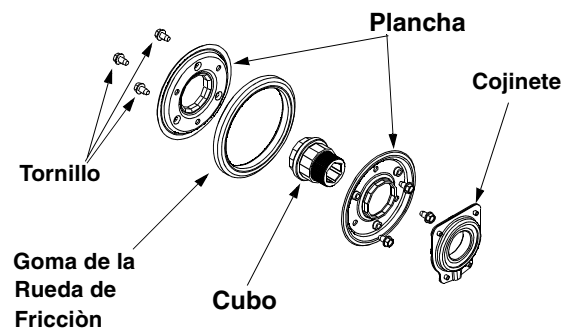

Figura 33
- Reensamble la nueva goma de la rueda de fricción al conjunto de la rueda de fricción, ajustando los seis tornillos en rotación y con igual fuerza. Vea la Figura 33.